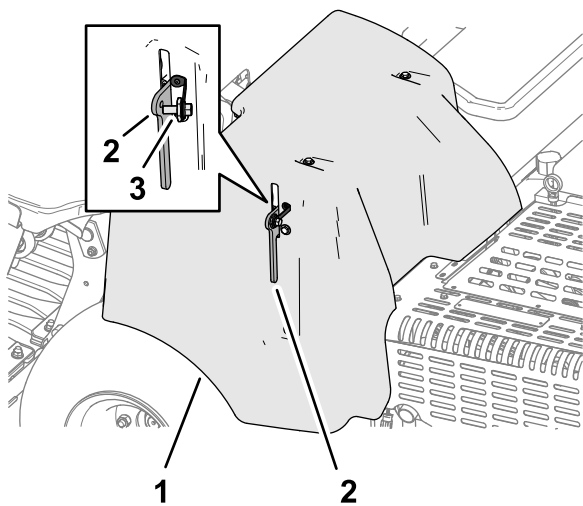

図 147
4. CE向けベルトカバーラッチ用ランヤードが付いているマシンでは、ランヤードボルトをカバーラッチの穴に通してボルトを締める 図 147。